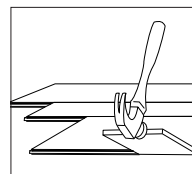

Figura 11
• Es posible que se deba alinear el producto con un retazo cortado según se ilustra (Figura 11 – mantenga el ángulo del retazo bajo para no dañar el borde).